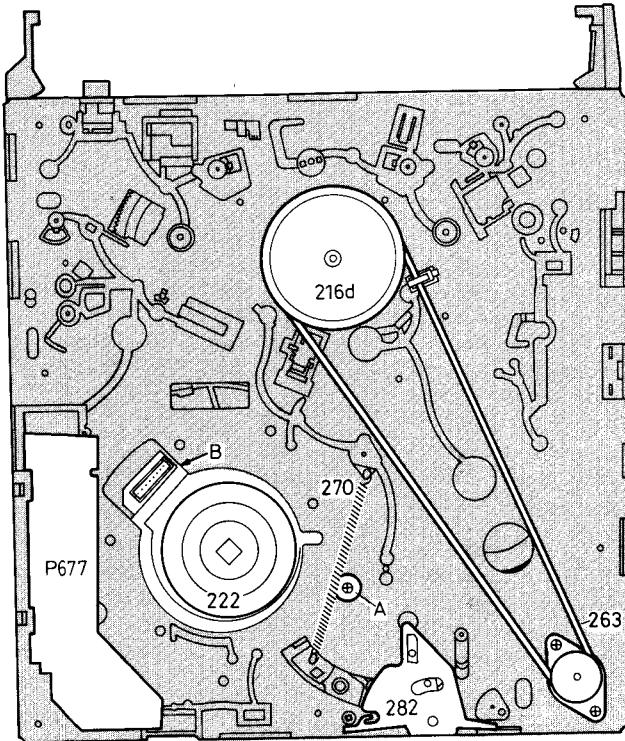

Bild 1-7
- Die Schraube mit welcher der Löschkopf befestigt ist, lässt sich nun durch Loch A (Bild 1-7) auf der Unterseite durch die Chassisplatte herausdrehen.
- Stecker auf der Unterseite am Kopfscheibenmotor (siehe Bild 1-7) abziehen.